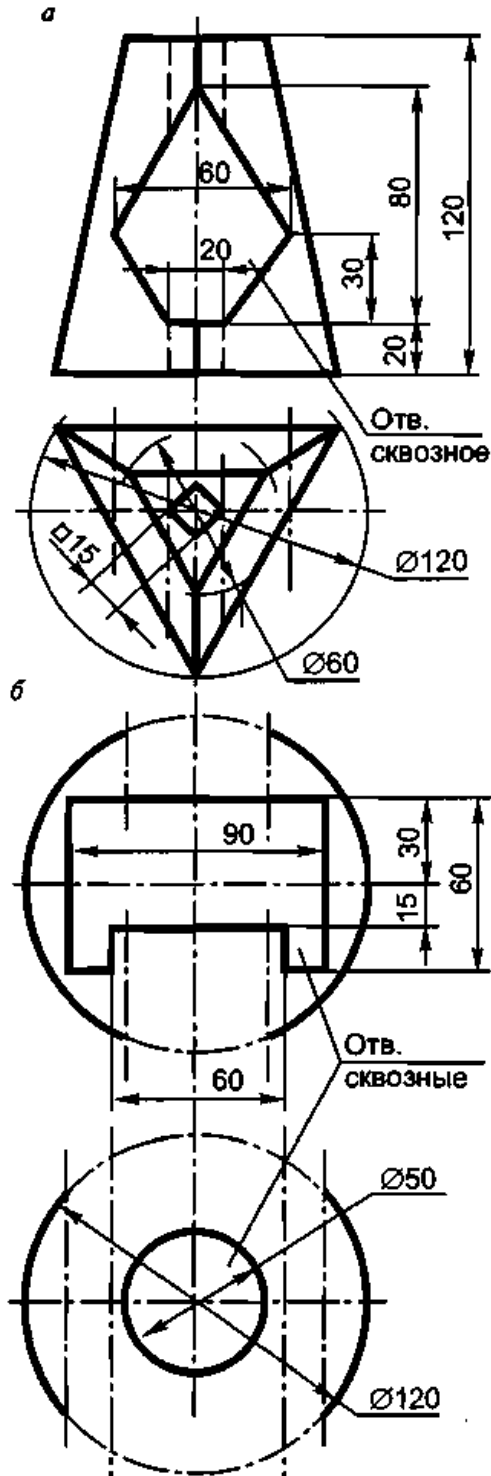

Рис. 2.25
15. Выполнить чертежи треугольной пирамиды (а) и сферы (б) с окнами в трех проекциях с тремя разрезами каждой (рис. 2.25).